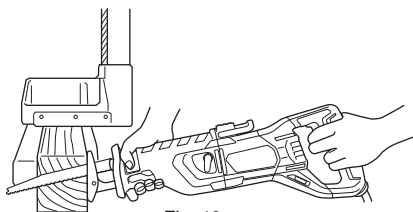

Fig. 18
- (1) Lors de la coupe de bois, s'assurer que la pièce est solidement fixée avant de commencer. (Fig. 18)